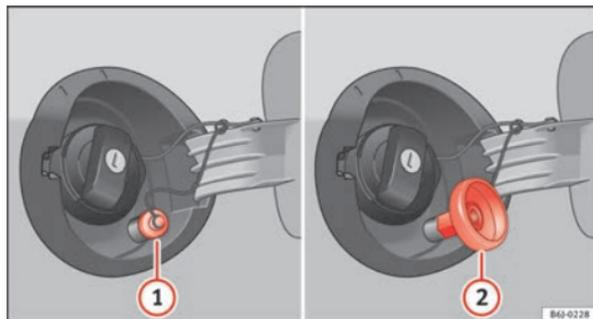

Abb. 131 Geöffnete Tankklappe mit Autogas-Einfüllstutzen und Adapter.
- Schrauben Sie den Deckel des Autogas-Einfüllstutzens ⇒ Abb. 131 (1) ab.
- Schrauben Sie den erforderlichen Adapter ⇒ Abb. 131 (2) auf den Autogas-Einfüllstutzen (1).
- Schrauben Sie den Adapter ⇒ Abb. 131 (2) wieder ab. ▶
⇒ Abb. 131  auf.